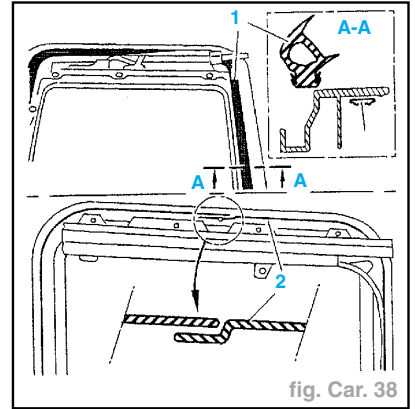

fig. Car. 38
- Déposer le toit ouvrant complet pour le joint (2) (fig. Car. 38).
- le joint (1),
- le joint (2).
- le fond de gorge pour le joint (1),
- le restant de colle pour le joint (2).